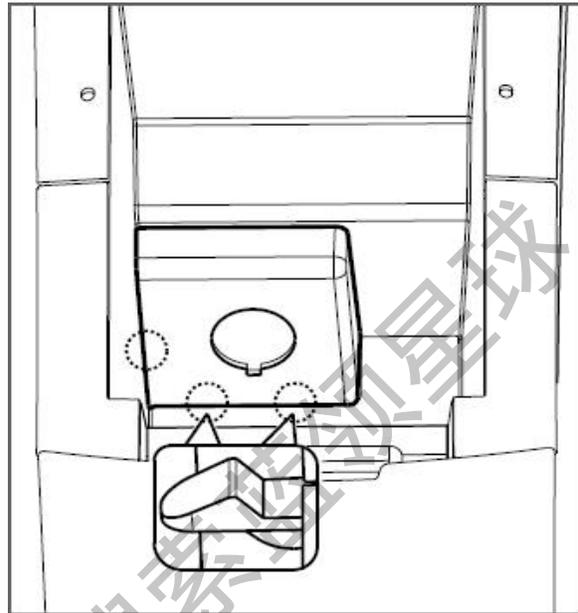

图 1.6.11 备用电源安装版的拆卸 a
- (1) 备用电源安装盖板拆卸：
- a) 打开扶手至状态，取出储物盒中放置的物品，并断开所有与备用电源接口连接的电器原件，使备用电源安装板完全可见。如图1.6.11所示；
板本体配合处小心撬起安装板，直至将全部配合卡脚全部松开，向上翻转取下备用电源安装板。如图1.6.11所示；